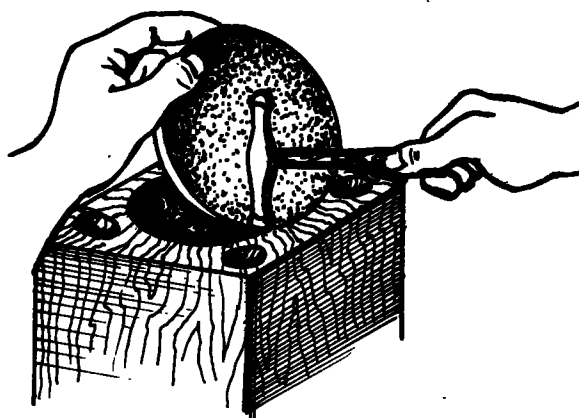

Fig. 2
- \_\_\_ c Continúe golpeando en la forma indicada hasta alcanzar una iniciación uniforme del repujado (fig. 2).